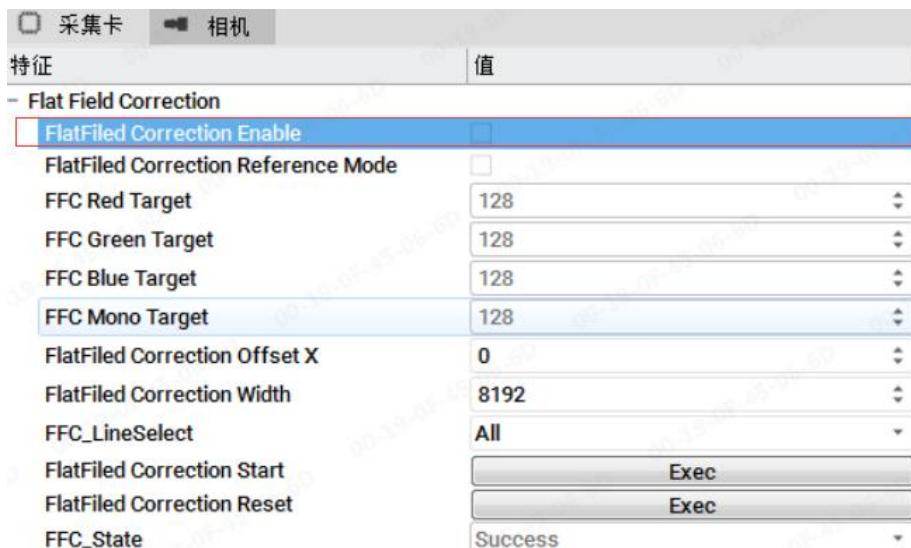

图 4.1-4 取消勾选, 禁用平场矫正
(4) 取消勾选 PRNU Correction Enable, 禁用相机平场校正功能。如图 4.1-4 所示。